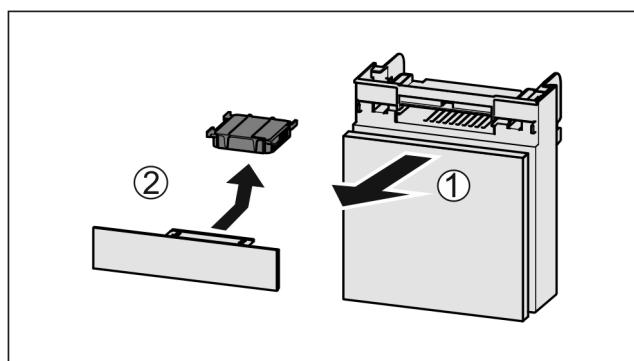

Fig. 82
- Vytiahnite zásuvku smerom dopredu Fig. 82 (1).
- Vyberte aktívny uhlíkový filter Fig. 82 (2).